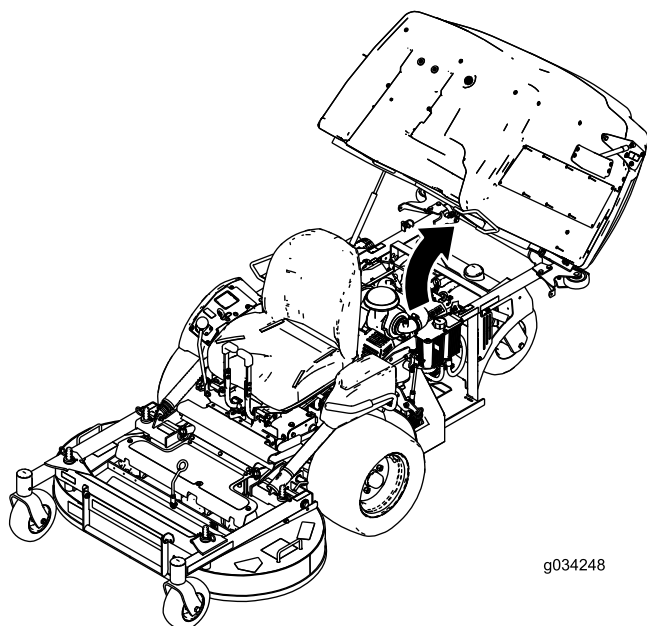

Figura 28
1. Eleve la tolva (Figura 28).